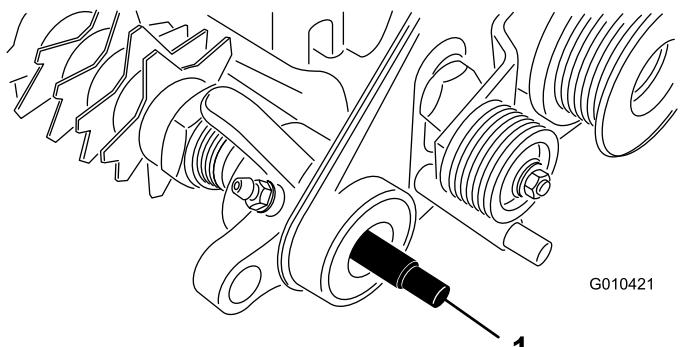

**Figura 6**
9. Coloque el conjunto de transmisión izquierdo sobre los pernos y sujetelo con 2 tuercas de cuello largo (Figura 6).